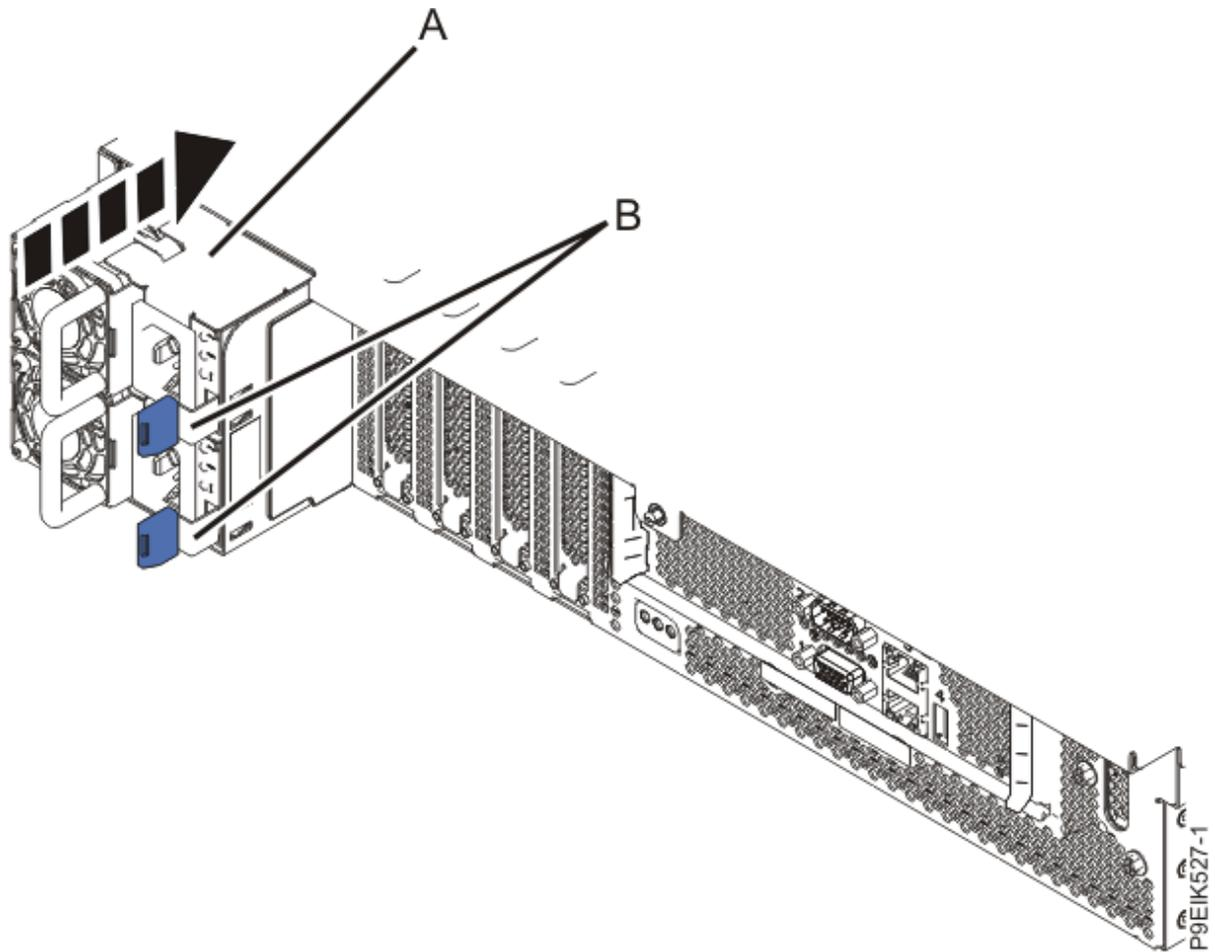

図 189. システムの電源装置の取り替え
6. 210 ページの図 189 に示すように、電源装置を再取り付けします。